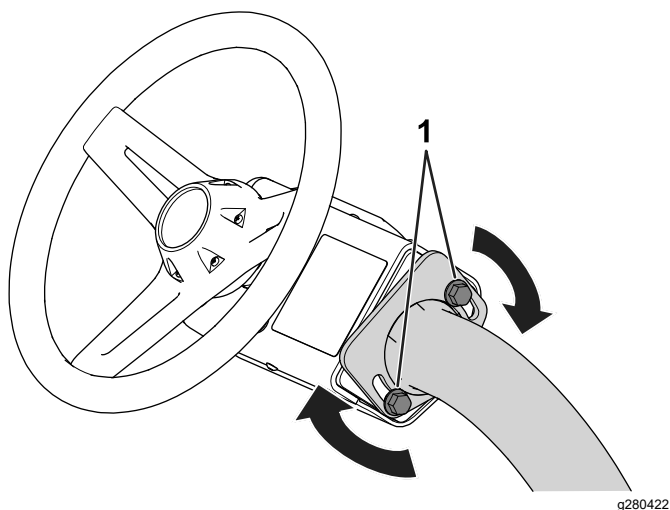

図 32
3. ボルト 図 32 を締め付けてハンドルアセンブリをステアリングアームに固定する。